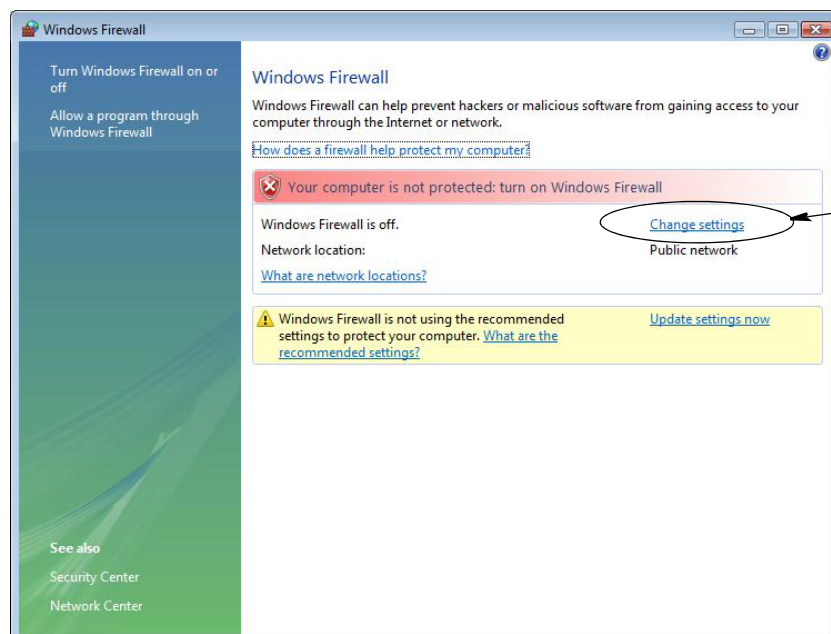

FIG. 27
2. Sélectionnez "Change Settings" (Modifier les paramètres) (FIG. 27).